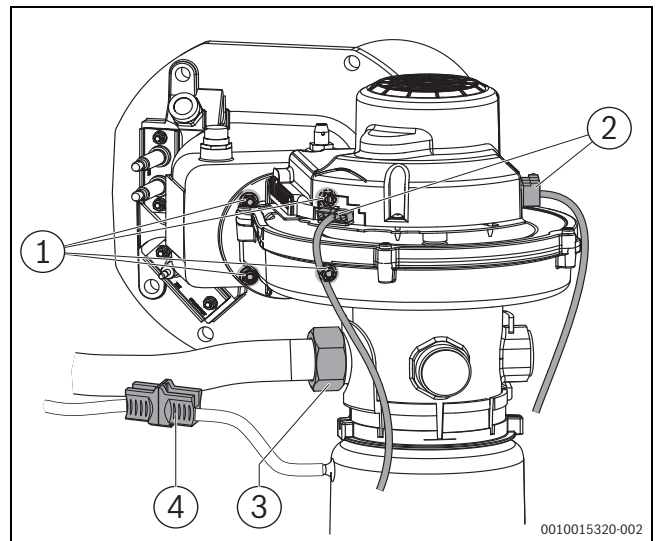

Fig. 63 Demontarea conexiunilor electrice, ventilator (dimensiuni ale cazanului de 75-150 kW)
- ▶ Desfaceți conexiunile electrice de la ventilator (→ Fig. 63, respectiv 64).
- ▶ Separarea conectorului (→ Fig. 63)
- ▶ Desfaceți piulița oarbă de la ajutorul Venturi (→ Fig. 63, [3]).
- ▶ Îndepărtați 4 piulițe hexagonale de la nivelul cotului de amestecare (→ Fig. 63).